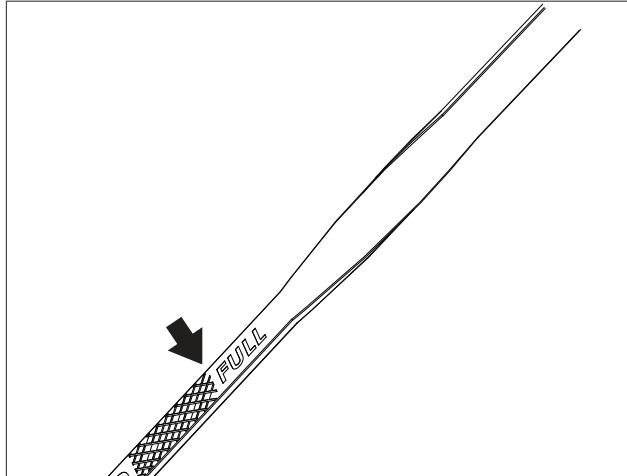

Figure 12
- Retirer la jauge de niveau. L'essuyer avec un tissu propre et la réinsérer complètement dans le tube de la jauge. Voir figure 12, à la page 24.
- Remplir le moteur de la quantité appropriée d'huile moteur. Voir Figure 12.